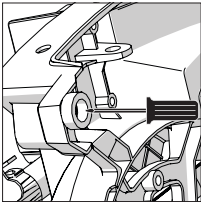

Fig. 13
- Retire y almacene de forma segura los cuatro pies de plástico de debajo de la base de la sierra ingletadora. (Fig. 13)